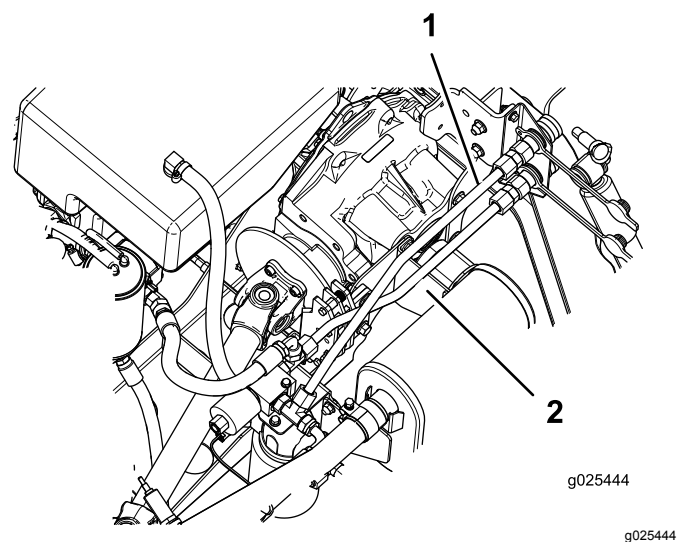

Figura 10
2. Monte sem apertar o tubo hidráulico rígido superior no acoplador rápido superior e o encaixe em T lateral no coletor (Figura 10).
1. Monte sem apertar o tubo hidráulico rígido inferior no acoplador rápido inferior e o encaixe em T traseiro no coletor (Figura 10).